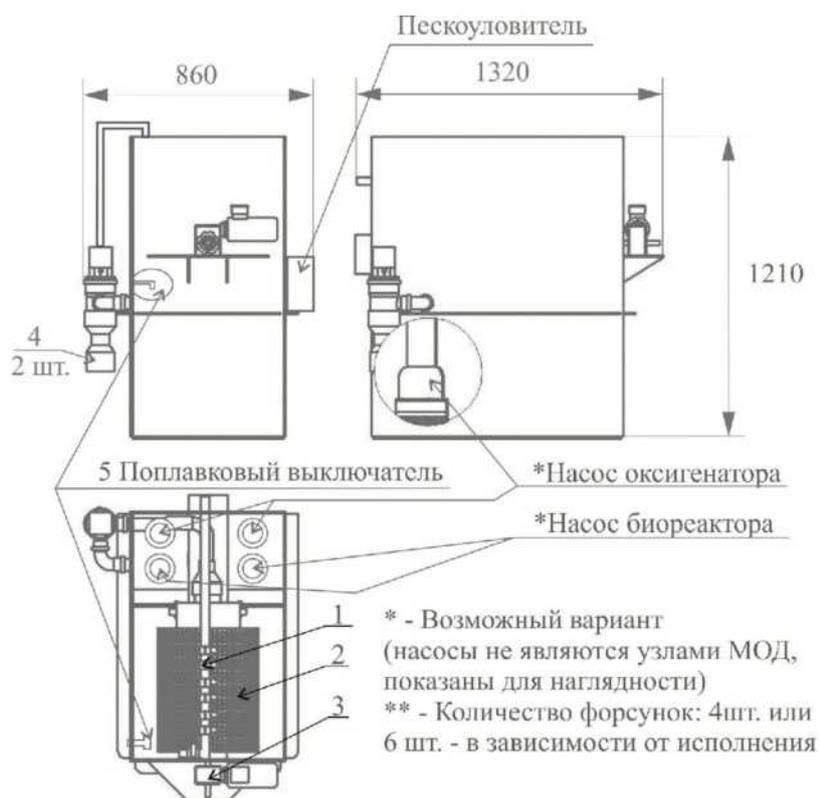
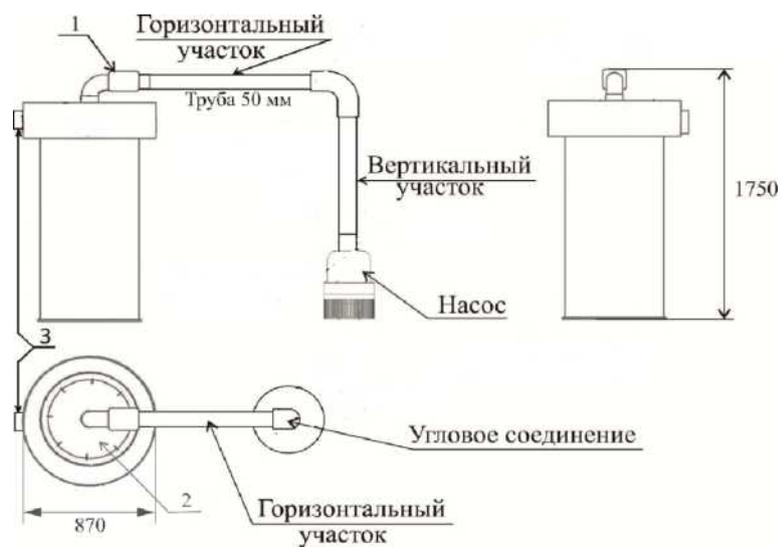
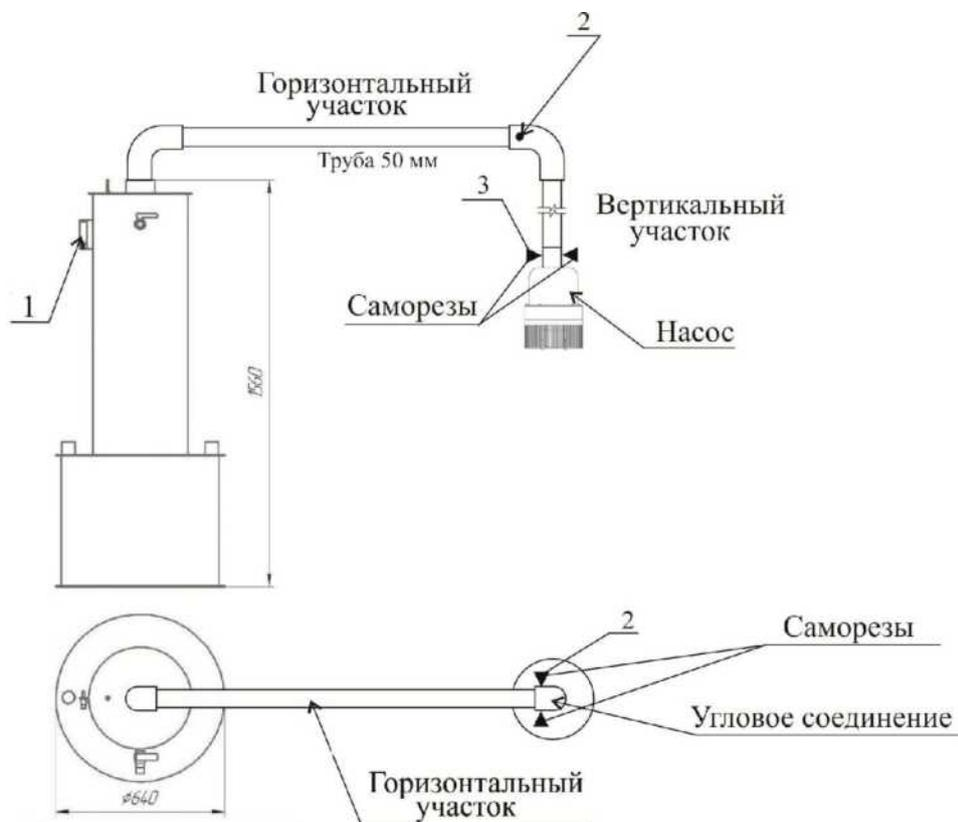

Рисунок 3.
Рисунок 4.
Рисунок 5.
2.2.1. Блок механической очистки и дегазации воды (в дальнейшем - Блок МОД) (рис.3):
2.2.2. Биореактор (рис.4):
2.2. 3. Оксигенатор (рис.5):
3.4. Поплавковый выключатель (рис.3, поз.5):
5.1.1. Блок МОД (рис.3) является составной частью МВП «ДОН-25» и предназначен для очистки воды поступающей для рыбоводных бассейнов (инкубаторов) от механических примесей (фекалий, остатков корма, осадков и др. механических частиц) посредством барабанного микросетчатого фильтра (рис.3, поз.2) и ее дегазации от токсических концентраций углекислого газа CO_2 , азота N_2 , а так же других сопутствующих газов методом аэрации.
5.1.2. Вода из рыбоводного бассейна и Биореактора самотеком (в большей степени не разрушая структуру фекалий и других загрязнений) попадает во внутреннюю часть барабанного фильтра (рис.3, поз.2) и проходит через микросетку (размер ячейки 56 или 80 микрон), в результате происходит ее очистка от механических примесей, которые оседают на внутренней стороне фильтра и смываются оттуда посредством форсунок (рис.3 поз.1) в специализированный лоток и с некоторым количеством воды выносятся в канализацию. Барабанный фильтр приводит во вращение электрический мотор-редуктор (рис.3 поз.3).
5.1.3. Ниспадающий из барабанного фильтра (рис.3, поз.2) поток очищенной воды со значительно увеличившейся площадью поверхности раздела сред «воздух-вода» освобождается от избытка углекислого газа CO_2 и азота N_2 и других сопутствующих газов, т.е. происходит дегазация воды методом аэрации. Затем, скапливающаяся в Блоке МОД (рис.3) очищенная и дегазированная вода посредством насосов подается в Биореактор (рис.4) и Оксигенатор (рис.5).
5.1.4. Блок МОД (рис.3) дополнительно оборудован поплавковыми выключателями (рис.3, поз.5), которые способны выдавать управляющий сигнал оповещения во внешнюю цепь в случае аварийной остановки насоса Оксигенатора и связанного с этим изменения уровня воды.
5.2.1. Биореактор (рис.4) является составной частью МВП «ДОН-25» и предназначен для очистки воды биологическим методом от азотистых соединений, накапливающихся в рыбноводном бассейне (или инкубаторе) в результате естественных процессов, связанных с выращиванием рыбы.
5.2.2. Вода из Блока МОД (рис.3) во внутреннюю часть Биореактора (рис.4) подается в таком объеме и под таким давлением (достигается благодаря специальному конструктиву самого МВП и настройкой эксплуатантом посредством крана расположенного перед насосом Биореактора), которые обеспечивают поддержание наполнителя во взвешенном состоянии для максимизации площади их (воды и наполнителя) контакта, а так же самоудаления отработавшей бактерии (по достижении своей критической массы). При этом происходит дополнительная дегазация потока воды, поступающего из Биореактора в Блок МОД.
5.2.3. В качестве наполнителя в Биореакторе (рис.4) используется кварцевый песок с размером основной фракцией 0,2 мм, в общем кол-ве не менее 80%, на песчинки которого и происходит заселение бактерий, очищающих воду от аммонийного азота и нитритов.
5.3.1. Оксигенатор (рис.5) является составной частью МВП «ДОН-25» и предназначен для насыщения воды кислородом из внешнего источника (газообразный кислород в баллонах, жидкий кислород, станция производства кислорода из воздуха и т.п.) до оптимальных показателей методом оксигенации путем регулировки подачи кислорода через ротаметр.
5.3.2. Поступающая из Блока МОД (рис.3) очищенная и дегазированная вода подается в верхнюю часть Оксигенатора (рис.5), ниспадая во внутреннюю полость вода, вспенивается смешиваясь с подающимся (из внешнего источника) кислородом и в результате насыщается до 200 % (зависит от температуры воды и чистоты газа (кислорода)).
5.3.3. Оксигенатор (рис.5) оборудован ротаметром (рис.5, поз.1), который позволяет регулировать количество поступающего из внешнего источника кислорода (в литр/минуту), тем самым, обеспечивая возможность поддержания оптимального (необходимого) уровня насыщения им воды в зависимости от вида выращиваемой в УЗВ продукции.
5.3.5. Конструкция Оксигенатора (рис.5) не требует какого-либо специализированного технического обслуживания.
6.2.3. При выращивании рыбы в комплекте УЗВ с использованием МВП «ДОН-25» (после полного "запуска" Биореактора (рис.4), соблюдении норм зарыбления качественным посадочным материалом (мальком), при правильном кормлении кормами для УЗВ, оптимальной температуре, pH и уровне кислорода) вода приводится к нормам:
6.2.4. После монтажа оборудования, при закрытых запорных клапанах (рис.3, поз.4), производится заполнение бассейнов водой, которая, по мере повышения уровня, самотеком начинает поступать в Блок МОД (рис.3). В этот момент необходимо, кратковременными включениями соответствующих насосов, добиться заполнения Биореактора (рис. 4) и Оксигенатора (рис.5).
ВКЛЮЧИТЬ НАСОСЫ БИОРЕАКТОРА (рис.4) и ОКСИГЕНАТОРА (рис.5) ДО СТАБИЛИЗАЦИИ УРОВНЯ ВОДЫ В КОМПЛЕКТЕ УЗВ (уровень воды в Блоке МОД (рис. 3) перестанет изменяться). В этот момент необходимо открыть запорные клапаны (рис. 3, поз.4). Уровень воды в Блоке МОД вновь понизится и стабилизируется на «рабочей» величине, т.е. будет достигнута СТАБИЛИЗАЦИЯ ВОДООБОРОТА. Подачу воды в УЗВ необходимо прекратить.